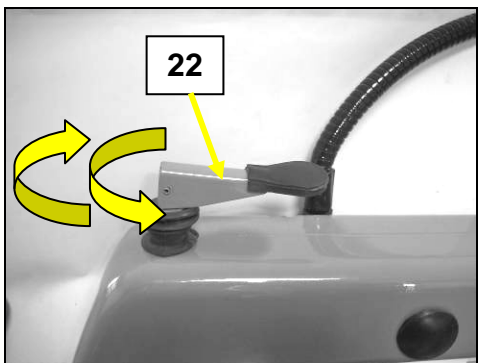

Fig 17
- **Pour régler la tension de la lame**, tournez le levier (22) (Voir Fig 17):